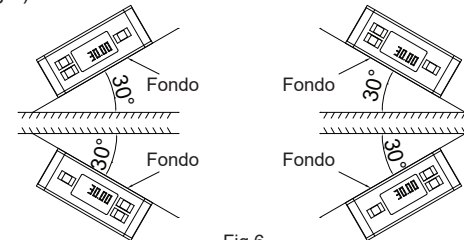

Fig.6
7. El instrumento puede utilizarse en 4 orientaciones, la pantalla se voltea cuando la parte inferior mira hacia arriba(Fig.6).